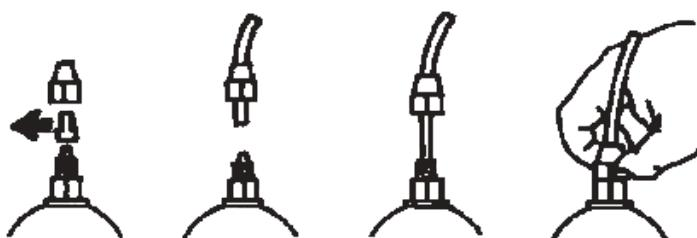

Fig. 7
e. - Quitar las dos cápsulas de protección de los empalmes, introducir a fondo los tubos con sus correspondientes empalmes cónicos y bloquearlos con sus virolas para fijarlos. (Fig. 7).